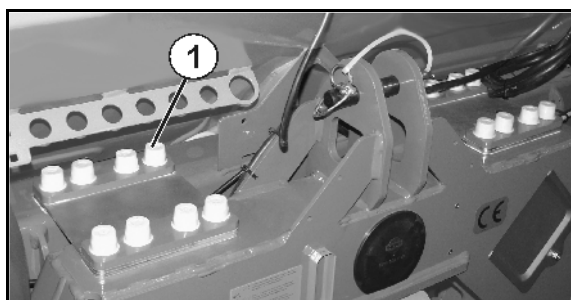

Fig. 93
Begrænsningsskruerne (Fig. 93/2) skal indstilles med et spillerum på 2 mm som vist.
1. Løsn kontramøtrikken (Fig. 93/1)
2. Indstil monteringskruerne (Fig. 93/2)
3. Spænd kontramøtrikken (Fig. 93/1)